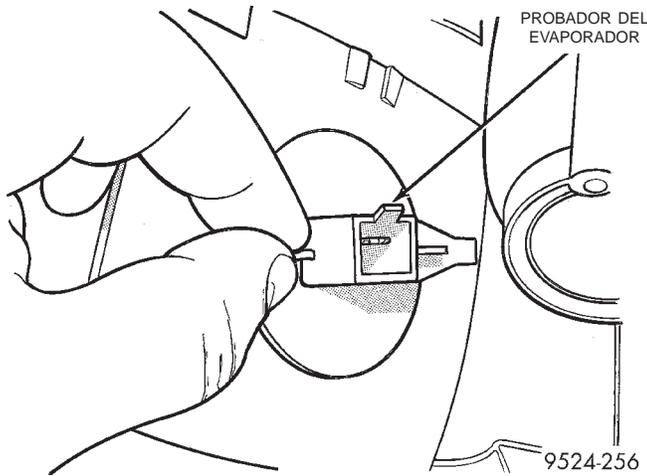

Fig. 84 Probador del evaporador
(14) Con una alzaprima de hoja plana, tire hacia arriba de la lengüeta en la cubierta del probador del evaporador (Fig. 84). Haga girar la cubierta del probador del evaporador hacia la derecha unos 90°.